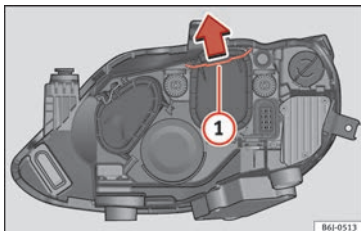

Bild 96 Dubbel strålkastare
- För öglorna » **bild 96** ① i pilens riktning och ta bort locket.